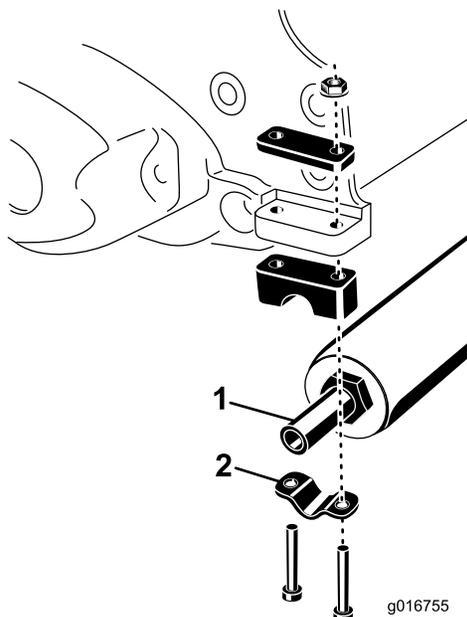

Bild 1
2. Nehmen Sie die zwei Kopfschrauben und Muttern ab, mit denen die Rollenklammern an jedem Ende des Mähwerks befestigt sind (Bild 1). Nehmen Sie die Rolle ab.